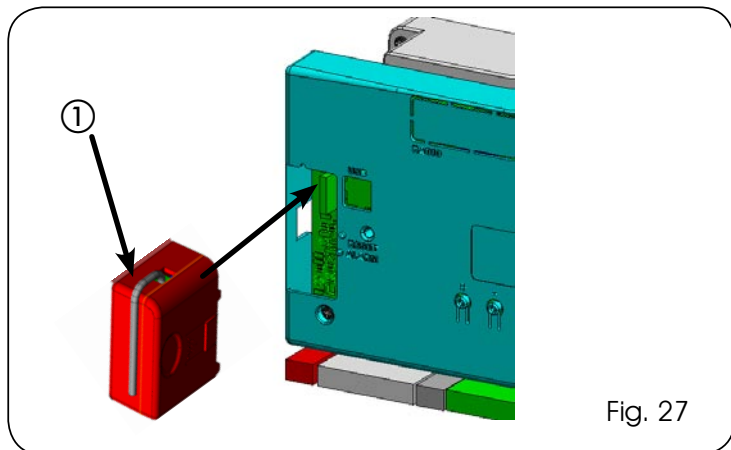

Fig. 27
El equipo electrónico está provisto de un sistema de decodificación (DS, SLH, LC/RC) bi-canal integrado llamado OMNIDEC. Este sistema permite memorizar, mediante un módulo receptor adicional (Fig. 27 ref. ①) y radiomandos de la misma frecuencia, tanto la apertura total (OPEN A) como la apertura parcial (OPEN B) del automatismo.